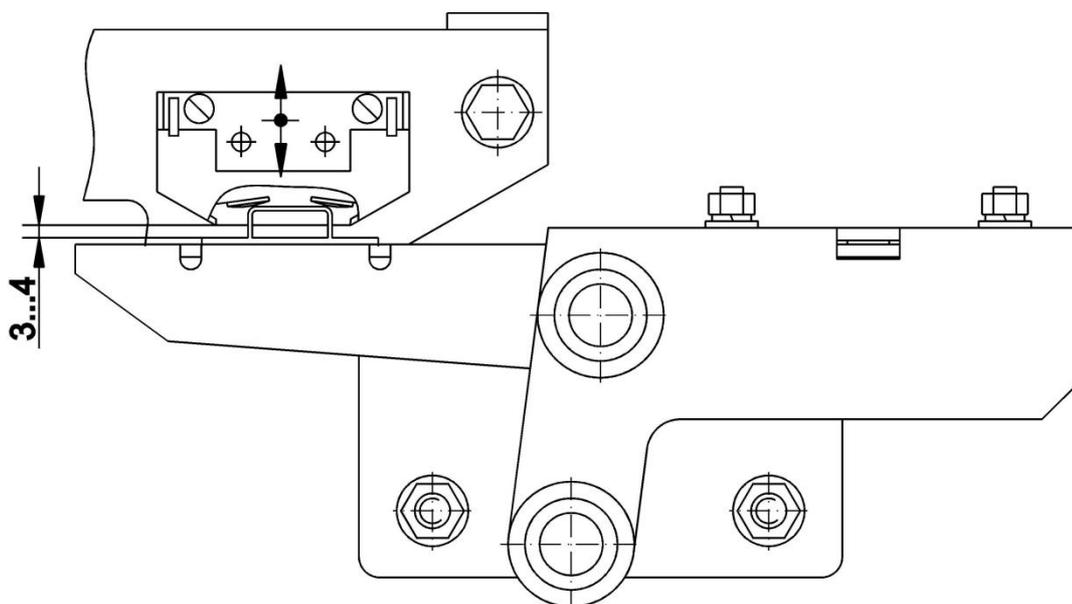

Рисунок 3.7 – Регулировка выключателя
- ослабить винты крепежа выключателя и перемещением вверх/вниз выставить зазор от 3 до 4 мм между корпусами контактной группы и замыкателя (шунта) выключателя, обеспечив надёжное смыкание контактов. Винты зажать (рисунок 3.7).